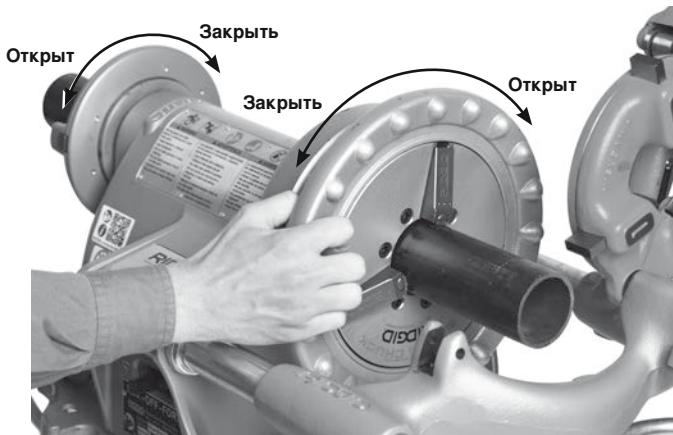

Рис. 14 – Закрепление трубы в зажимном патроне
- Поверните задний центрирующий патрон против часовой стрелки (если смотреть с задней стороны станка), чтобы сомкнуть его на трубе (рис. 14). Проверьте, что труба отцентрирована во вставных губках. Это улучшает крепление трубы и обеспечивает более качественную резьбу.
трубе. Проверьте, что труба отцентрирована во вставных губках. С помощью нескольких сильных оборотов ручного маховика против часовой стрелки закрепите трубу в переднем зажимном патроне (рис. 14).